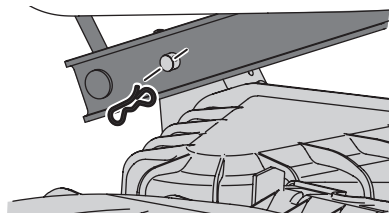

Figura 42
11. Mirando hacia la plataforma desde el lado izquierdo del tractor, ubique el pasador de chaveta en el lado posterior izquierdo de la plataforma. Consulte la Figura 42.
12. Retire el pasador y saque el pasador de la plataforma del brazo de elevación de la misma. Consulte la Figura 42.